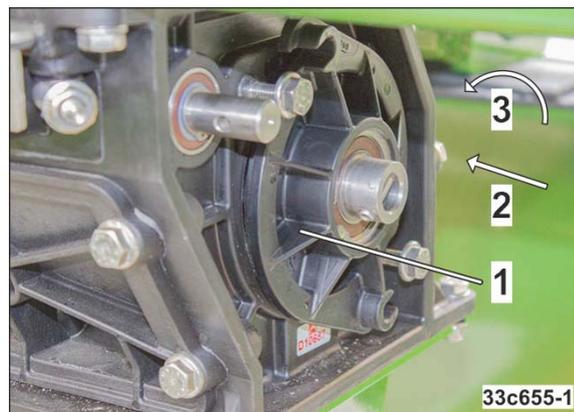

Fig. 241
5. Schließen Sie den Gehäusedeckel (Fig. 241/1).
6. Ziehen Sie den Schieber (Fig. 241/2) langsam aus dem Dosierer.